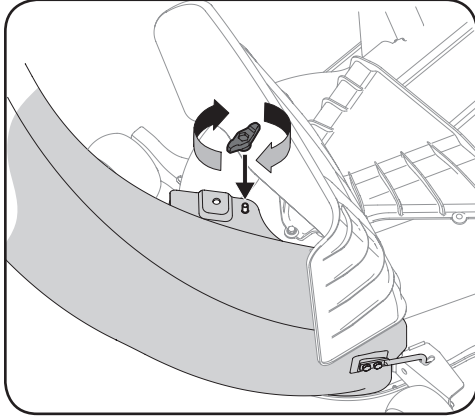

Figura 4-32
6. Sujete la pesa y tres platillos de pesar a los soportes de colgador de pesa con dos tornillos de cabeza hexagonal de 3/8" (710-3085) y dos tuercas (712-04065) como se muestra en la Figura 4-32.